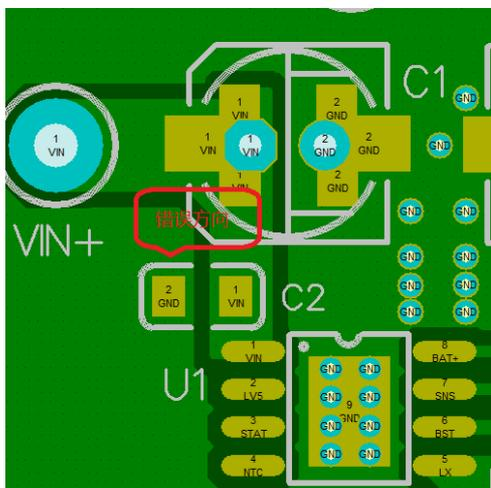

图 2 (C2 电容错误方向)
2、输入小容量贴片电容 C2 尽量靠近芯片第一脚和底盘，注意 C2 的放置方向，尽量放置在输入大电流回路，如下图 2,3 所示：